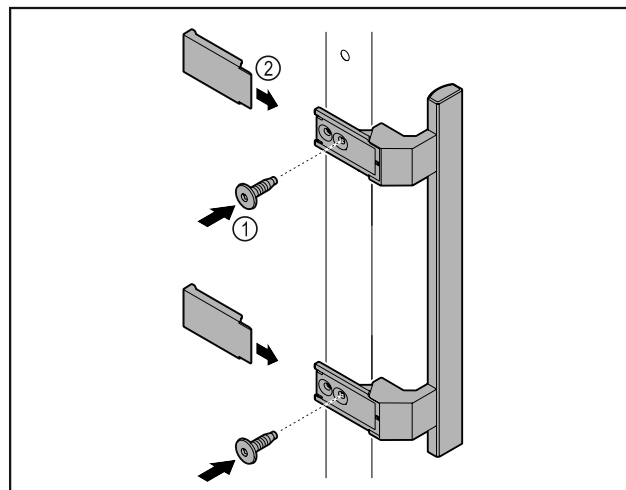

Fig. 6
- ▶ Szerelje fel az ajtóra a kilincset a csomagban található csavarok Fig. 6 (1) segítségével.
- ▶ Helyezze fel a fedelet Fig. 6 (2).